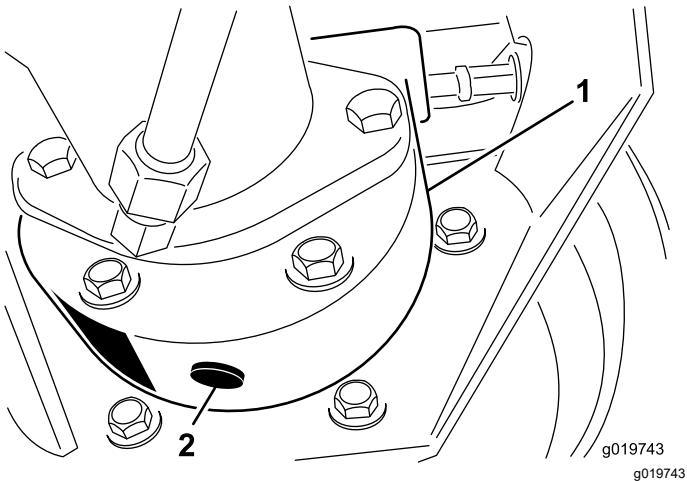

Figura 55
- Mettete una bacinella sotto la scatola del freno, togliete il tappo di spurgo e lasciate defluire l'olio (Figura 55).